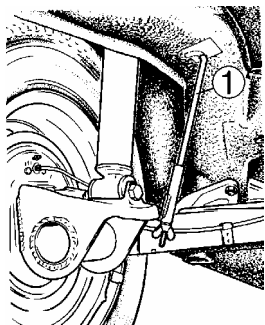

Рис.3. Фиксация кузова штангами:
2.2.3 Ослабить болты 2 и 4, рис.3, крепления регулятора давления 1 к кронштейну 3 (ключ гаечный 13).
2.3.2 Установить между рычагами задней подвески и кузовом две штанги 1, рис.3, для фиксации кузова в данном положении (штанга 67.7834-9512/40-2 шт.).
2.3.12 Снять штанги 1, рис.3. и опустить автомобиль.